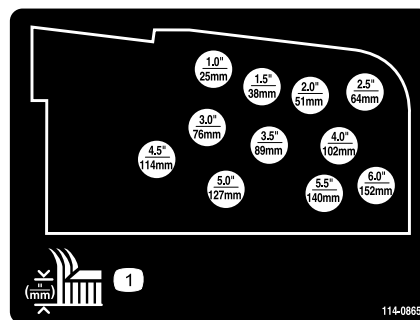

Figure 26
6. Montez les chaînes de hauteur de coupe dans le trou correspondant à la hauteur de coupe voulue (Figure 26) à l'aide de l'axe de chape et de la goupille fendue.